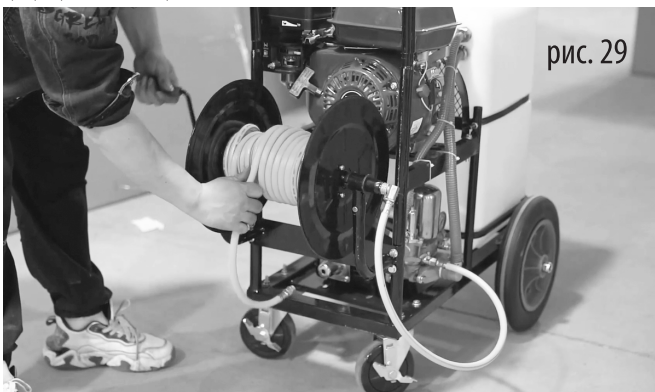

рис. 29
12. Накрутите шланг (6) на барабан катушки (3) (рис. 29).